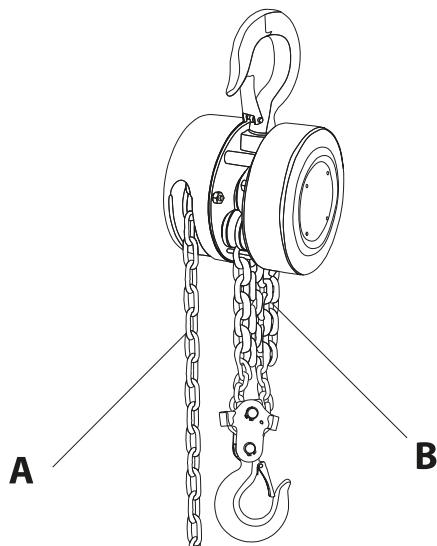

Рис. 4
Чтобы поднять груз, подтяните цепь (A, рис. 4) по часовой стрелке к правой стороне. Чтобы опустить груз, подтяните цепь к левой стороне против часовой стрелки.
**Примечание:** Убедитесь, что длина цепи тали (B, рис. 4) достаточна для безопасного поднятия и опускания груза. Не пытайтесь опускать груз ниже, чем длина цепи тали.